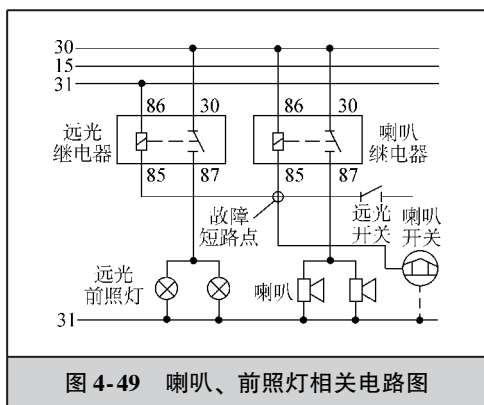

图 4-49 喇叭、前照灯相关电路图
(1) 故障现象 一辆奇瑞 QQ1.1L 轿车，用户反映该车在停放一段时间后突然前照灯远光长亮，喇叭长响。
(2) 故障诊断分析 经检查发现，只要插上前照灯熔丝故障立即出现，但若触发一下喇叭，喇叭不响且前照灯熄灭。检查两个相关继电器，发现拔掉其中任意一个继电器这两个用电器便会立即停止。根据这个现象，笔者初步判定为两个继电器的 85 脚短路。之后，笔者找来了相关电路图。根据电路图（图 4-49），对线路进行检查，最终确定为到组合开关远光开关和到喇叭开关的线路插头内部短路。分析电路图可知，前照灯之所以长亮，是因为喇叭继电器 85 脚输出的电源，使前照灯继电器开关吸合造成前照灯长亮。当按下喇叭开关时，喇叭继电器的 85 脚电压变成 0，前照灯继电器因没有磁场电源断开，前照灯熄灭。那么喇叭又为什么会长响呢？这是因为远光继电器 86 脚是地线，喇叭继电器 85 脚和远光继电器 85 脚经远光继电器 86 脚形成接地，使喇叭继电器开关闭合导致喇叭长鸣。
(3) 故障排除 最后，在将两条线从插头的两端跨接出来后，故障排除。